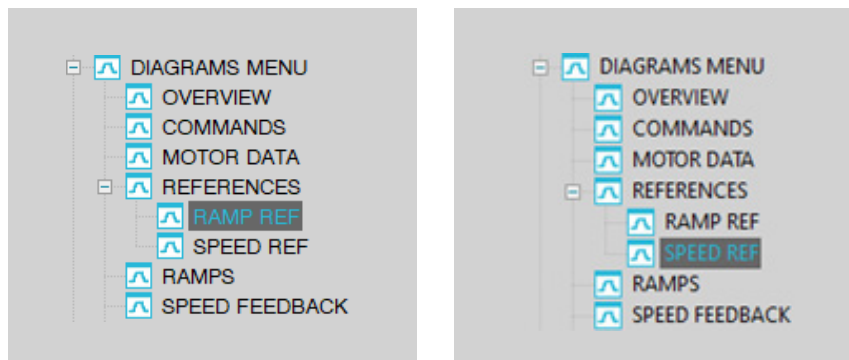

Figura 6-83: Posizionamento dei menù nella lista dei diagrammi
Se invece IPA 4056-**Jog selection** è settato come **Speed ref** l'uscita **Jog output** agisce direttamente a valle della funzione rampa e tutti i contributi precedenti (**Speed ref 1 mon** e **Speed draw out**) vengono bypassati (vedi figura 6-83). In tal caso l'uscita del Jog entra in somma al riferimento di velocità **Speed ref 2 mon** (vedi figura 6-83) per agire su **Speed reference**.